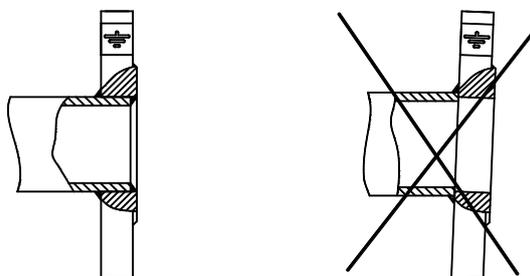

Рис. 8.6
**ВНИМАНИЕ!** На датчики расхода, монтаж которых выполнен с нарушением требований ГОСТ 12820-80 (соединение труба-фланец), гарантийные обязательства не распространяются (см. рис. 8.6).